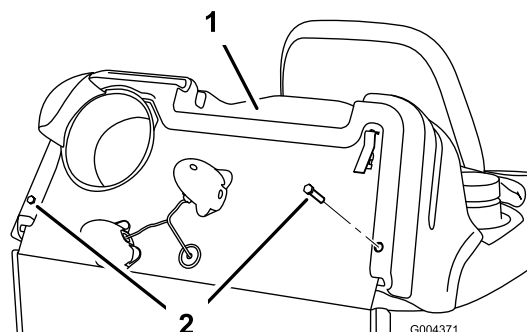

Figure 25
5. Déposez les fixations qui retiennent le capot sur le châssis de la machine (Figure 25). Conservez toutes les pièces.